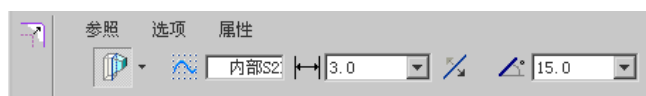

图 6.7.50 操控板
(6) 输入偏距值 3.0、斜角值 15.0，完成后的操控板界面如图 6.7.50 所示；单击“完成”按钮 **✓**。